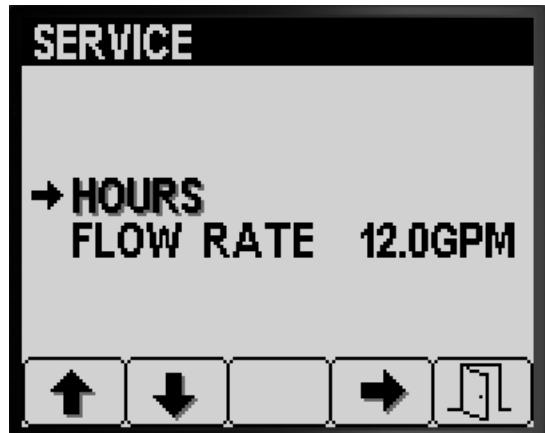

図 80
2. ボタン4で Hours 画面に入る 図 80。
1. 整備画面からボタン1または2を何度か押して HOURSを選択する 図 80。